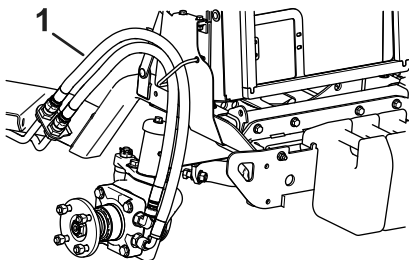

Figur 14
- Løsne boltene på siden av radiatoren (Figur 14).
- Skyv venstre brakettenhet med kjølerskruer under bolthodene på radiatoren og støtfangerbraketten (Figur 14).